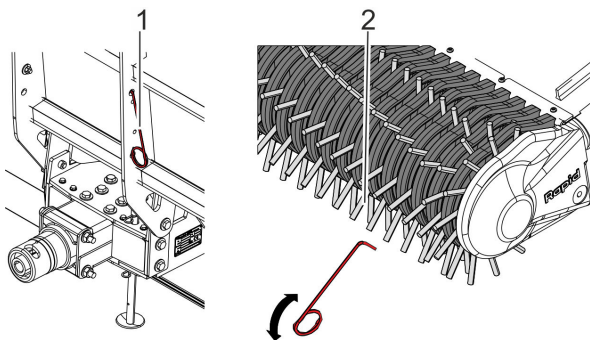

Abb. 56: Erntegut entfernen
1. ➔ Spezialwerkzeug (Abb. 56/1) vom Rahmen nehmen.
2. ➔ Mit dem Spezialwerkzeug das aufgewickelte Erntegut zwischen den Kunststoffzinken (Abb. 56/2) entfernen.